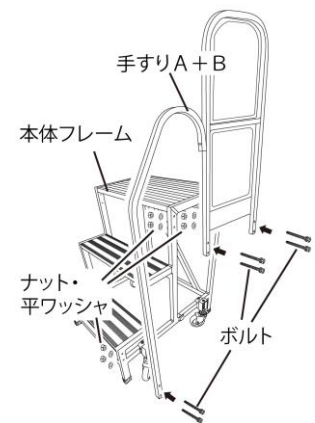

図3
- ②連結した手すりA+Bを本体フレーム側面の手すり取付穴位置（6カ所）に合わせてください（図3参考）。
- ③外側からボルト（平ワッシャ・Sワッシャ付）を通し、平ワッシャ、ナットを使用して本体フレームに手すりA+Bを固定してください（図3参考）。
- ④仮止めしていた部分を増し締めし、確実に固定してください。